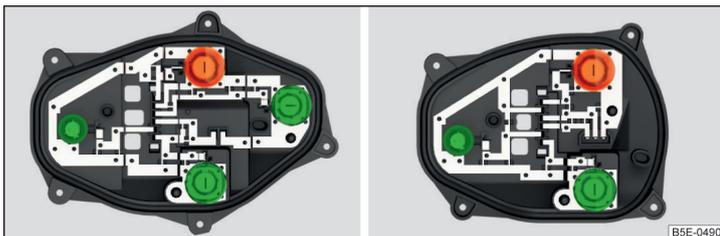

Abb. 245 Innerer Teil der Leuchte: Grundleuchte / Leuchte mit LED-Dioden
- Die jeweilige Glühlampe » Abb. 245 bis zum Anschlag **entgegen dem** Uhrzeigersinn drehen und aus dem Lampenhalter herausnehmen.